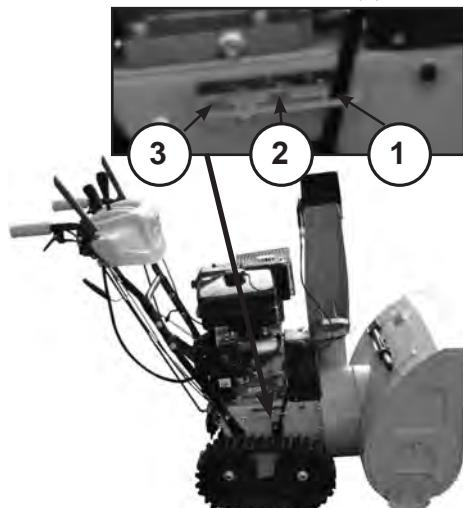

Рис.28
Кроме положков для регулировки высоты кожуха шнека, снегоотбрасыватель оборудован механизмом установки рабочего положения снегоотбрасывателя, который приводится в действие рычагом (1) Рис.28.